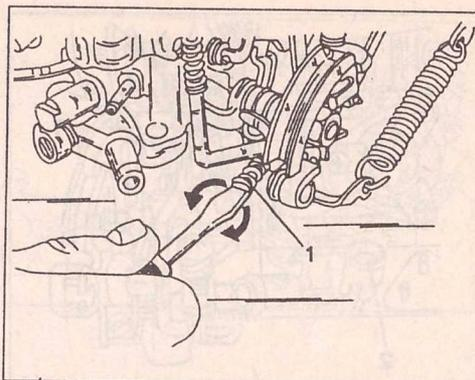

Рис. 128.
- Если повышенное число оборотов холостого хода оказывается слишком высоким, необходимо повернуть винт, показанный на рис. 128 налево, если слишком низким, то повернуть винт направо.